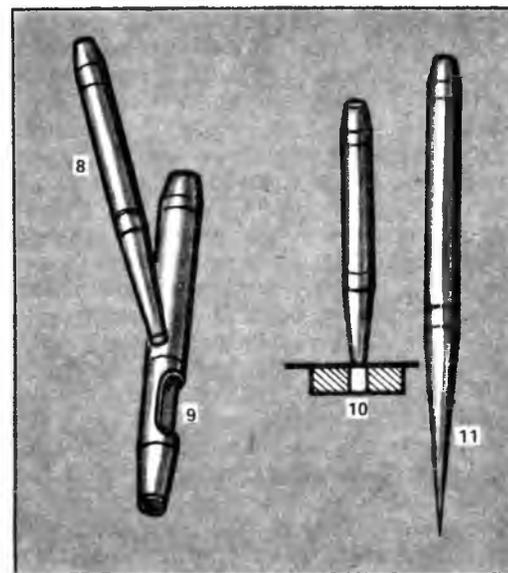

Рис. 8—11
**Прочие вспомогательные процессы.** Небольшие отверстия в листовом металле жестящики делают пробойниками (рис. 8) или высечками (рис. 9). Для точной пробивки отверстия пробойником следует